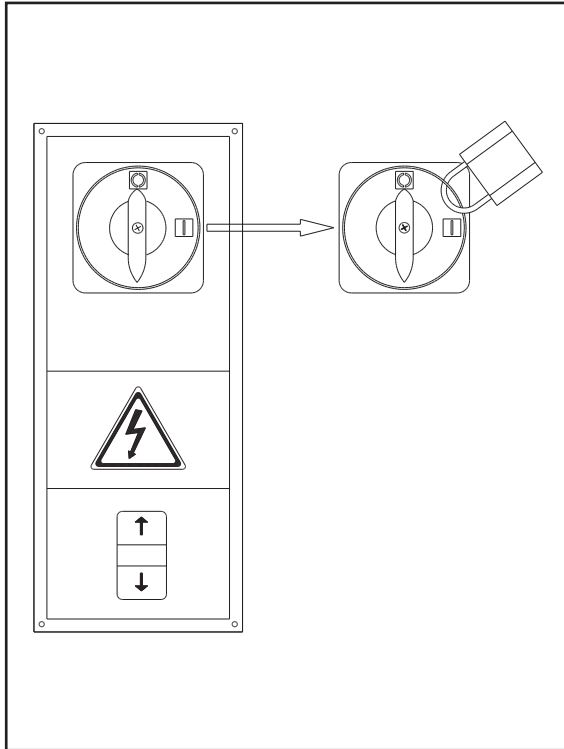

Fig.20- Abb.20
- l'interruttore generale sul quadro deve essere bloccato **IN POSIZIONE "0"** mediante un **LUCCHETTO** (Fig.20).
- the master switch on the panel must be locked to **POSITION "0"** with a **LOCKOUT** (Fig.20).
- l'interrupteur général du coffret de commande doit être bloqué **EN POSITION "0" au moyen d'un CADENAS** (fig. 20)
- Der Hauptschalter der Steuertafel muß **mittels eines SCHLOSSES auf 0** blockiert werden (Abb.20).
- interruptor general del cuadro de mandos debe estar bloqueado **EN LA POSICIÓN "O" mediante un CANDADO** (Fig. 20).